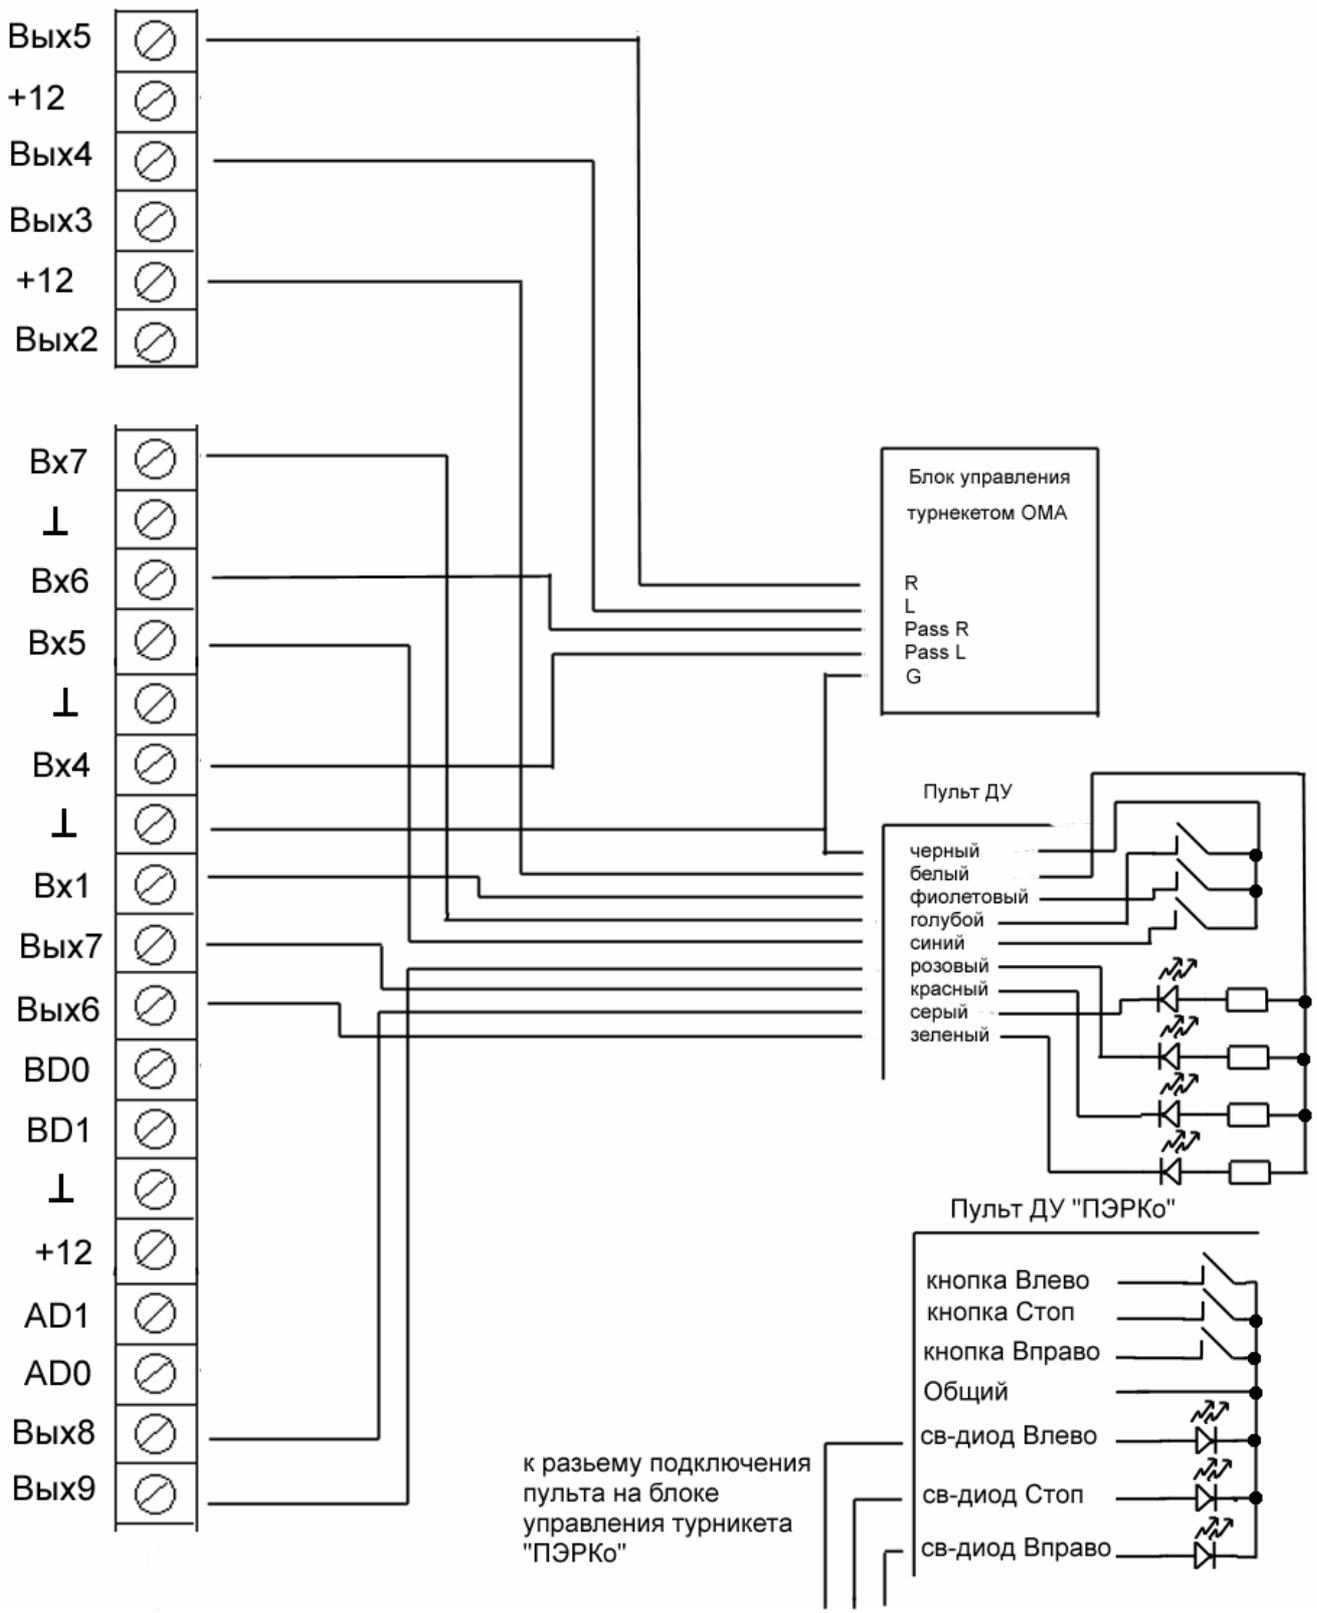
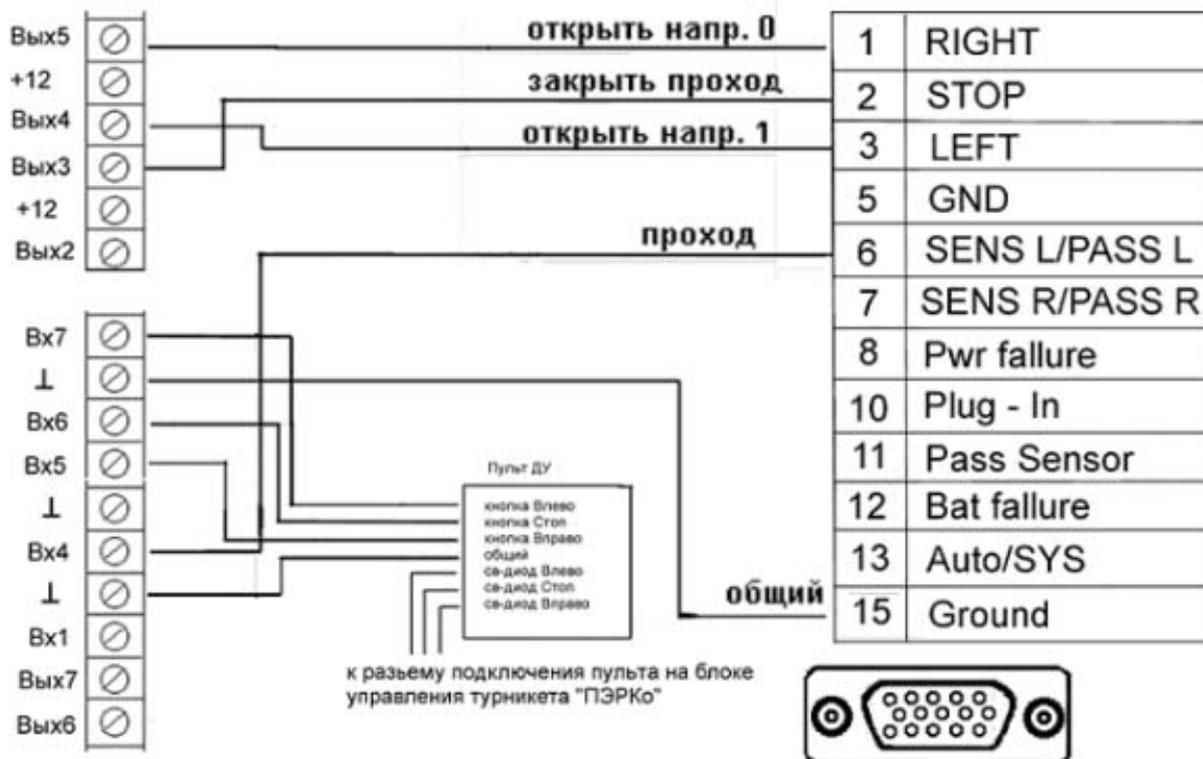

Рис.5 Подключение турникетов фирмы «ОМА» и турникета-трипода ПЭРКо TTR 04.1 к контроллеру
Рис.6 Подключение турникета фирмы ПЭРКо к контроллеру\*
7.9.7 Контроллер может также управлять исполнительными устройствами типа турникет-трипод, калитка, роторный турникет, шлагбаум и т.п. При подключении этих устройств необходимо учитывать их специфические возможности. В данной инструкции приводится рекомендуемая схема подключения турникета фирмы ОМА (см. рис.5) и схема подключения турникета - трипода фирмы ПЭРКо (см. рис.6). ПО позволяет установить predetermined configuration и для турникетов других производителей. При подключении турникета рекомендуется выбрать predetermined configuration, внимательно изучить рекомендуемое распределение входов и выходов, прочитать комментарии и произвести подключение.